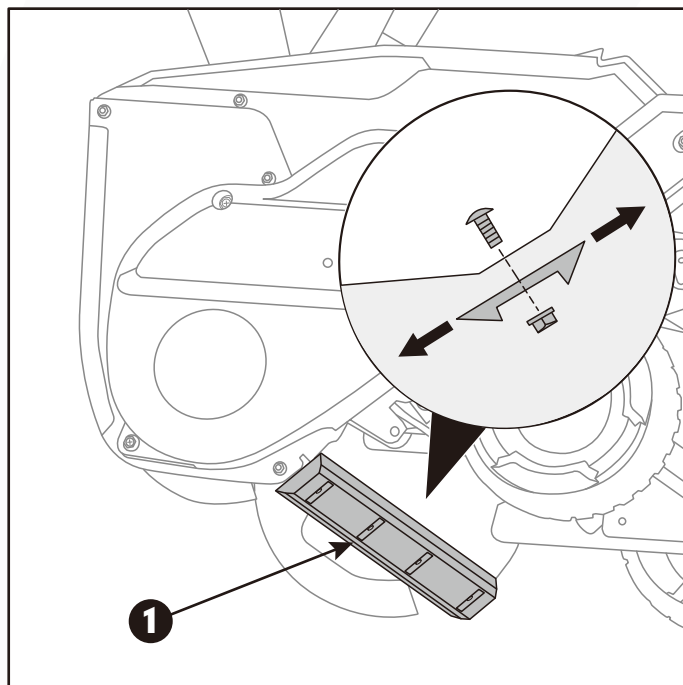

Fig.14
5. Afloje las cuatro tuercas y tornillos que fijan el rascador a la carcasa. Mueva el rascador a la posición adecuada o invierta el rascador existente. (Fig.14)